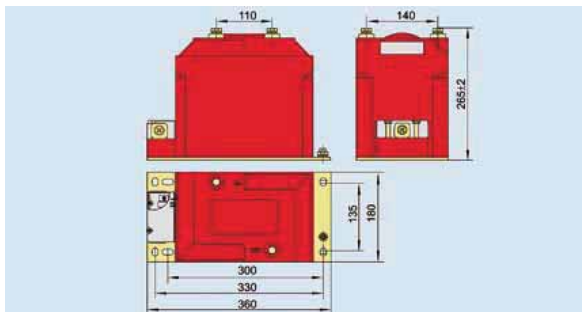

Рис. 6.1 Внешний вид и монтажные размеры трансформатора напряжения JDZ10-10B
6.1 Внешний вид и монтажные размеры трансформатора напряжения JDZ10-10B (см. рис. 6.1)